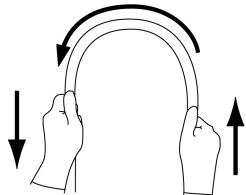

図1
- 2.挿入部を両手で持ち、全長にわたって図1に示すように順次半円の頂点をずらすように曲げたときに、適切な軟らかさを有しておらず、軟らかさが不連続になっているなどの異常がないこと。